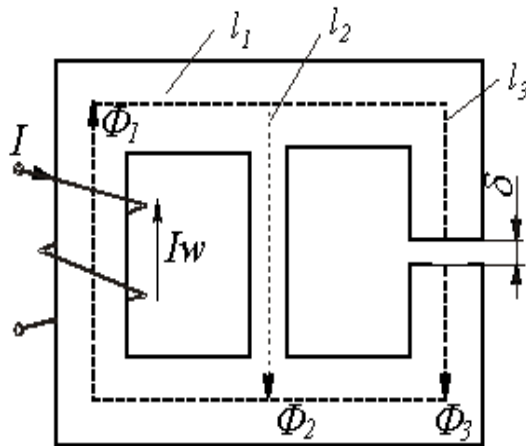

Рис.2
В качестве примера анализа разветвленной магнитной цепи при заданных геометрии магнитной цепи на рис. 2 и характеристике $B(H)$ ферромагнитного сердечника определим НС $F = Iw$, необходимую для создания в воздушном зазоре индукции B_δ .
1. Задаем положительные направления магнитных потоков в стержнях магнитопровода (см. рис. 2).